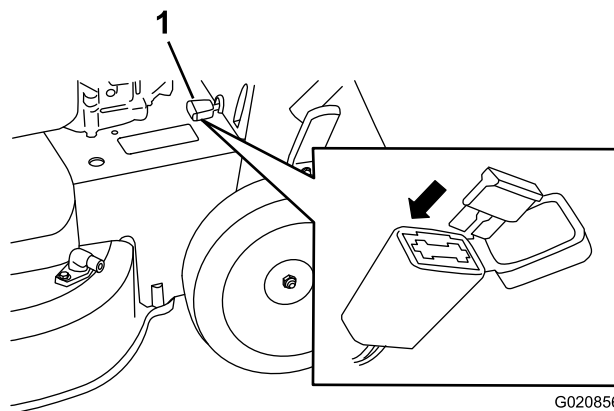

Figure 36
1. Ouvrez le porte-fusible étanche et remplacez le fusible (Figure 36).